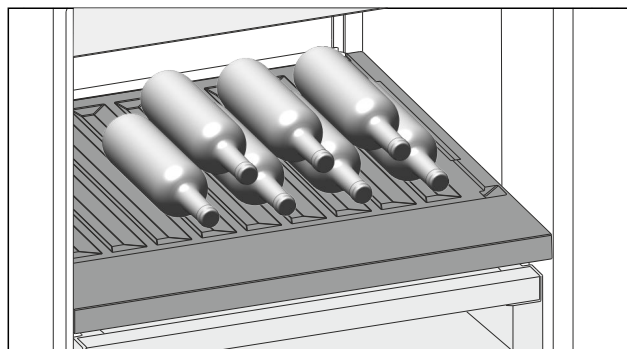

Fig. 114
- ▶ Steklenice vstavite z dnom proti zadnji steni aparata. (glejte Fig. 114)